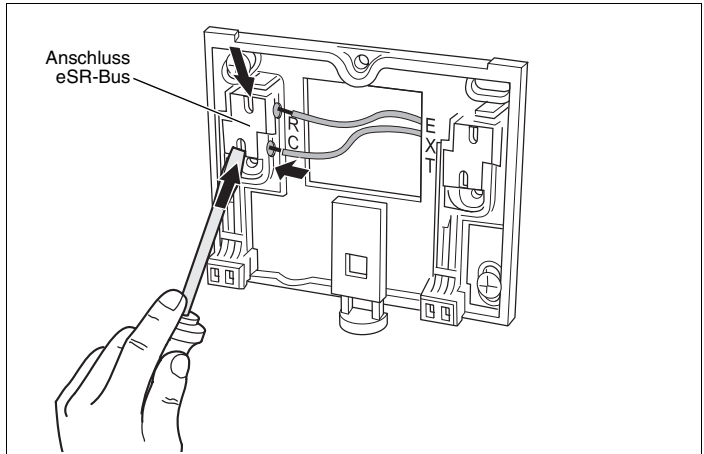

Abb. 7 Elektrische Anschlüsse installieren/deinstallieren
- Busleitung (vom Heizkessel) an den Kabelklemmen „RC“ anschließen (Abb. 7). Die Polarität der Adern ist beliebig.
- Mit einem Schraubendreher in den Schlitz der Kabelklemmen drücken, um die Kabel einzuführen oder zu lösen (Abb. 7).